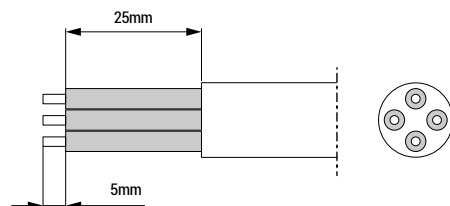

Figure 2A
- 3 Raccorder le module selon son type* avec le câble fourni** - voir **figures 2A et 2B**.